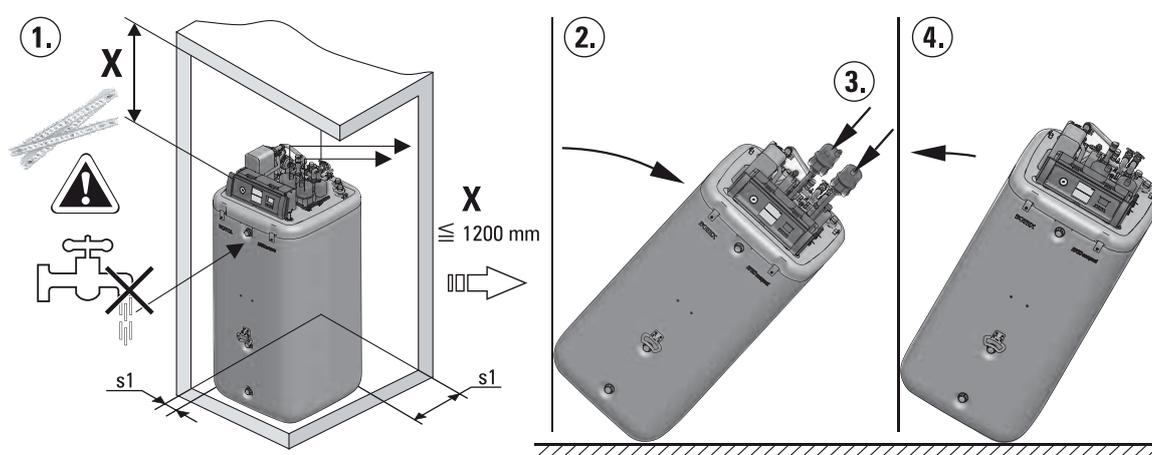

Figura 2-4 Collocazione HPSU compact
- Distanze raccomandate (figura 2-4):
- Dal soffitto (X):  $\geq 1200$  mm.